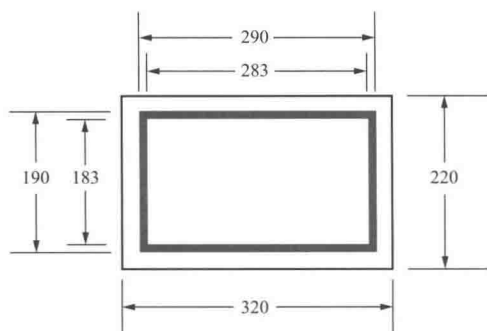

图 1-23 接地刀闸标志牌尺寸参考类型（一）
- (2) 接地刀闸标志牌尺寸参考类型 (一) 如图 1-23 所示。